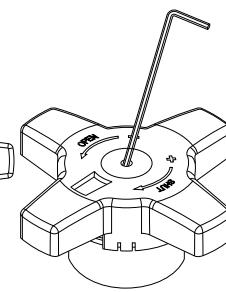

рис. 5
- Затяните внутренний шток клапана по часовой стрелке шестигранным ключом (**см. рис.5**).